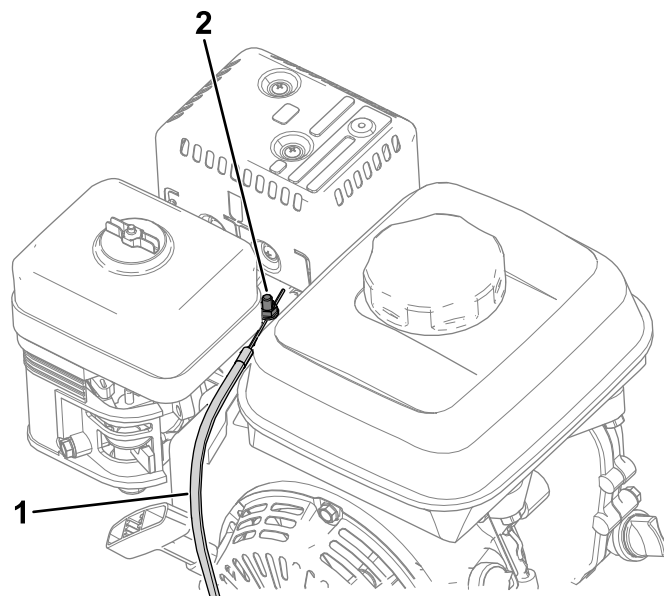

Bild 35
4. Lösen Sie die Schraube an der Kabelkanalklemme (Bild 35).